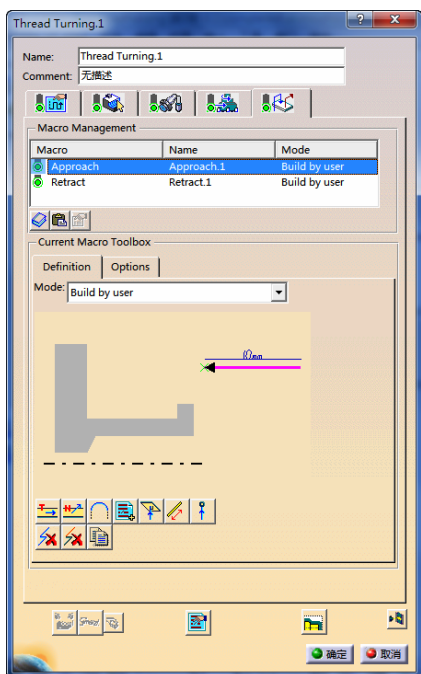

图 6-164 设置“Approach”参数(9)
- 在“Macro Management”区域的列表框中选择“Approach”，单击鼠标右键，在弹出的快捷菜单中选择 Activate 命令，在“mode”下拉列表中选择“Build by user”，然后单击 Remove all motion 按钮和 Add Tangent motion 按钮，设置“Approach”参数(9)如图 6-164 所示。